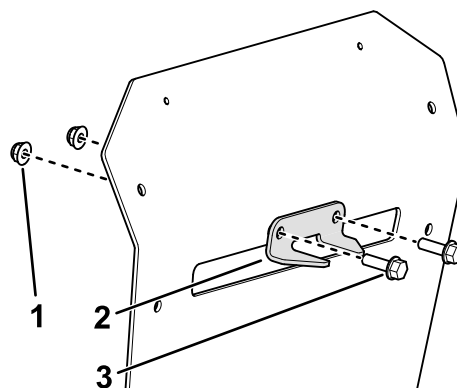

**Figure 12**
1. Retirez les 2 boulons, les 2 écrous et le support d'attelage existants au bas de la protection arrière (Figure 12).